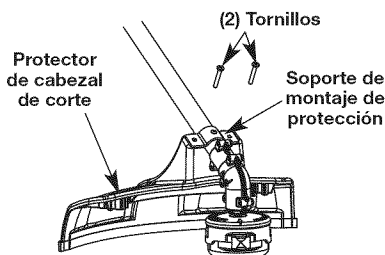

Fig. 1
1. Coloque el protector del cabezal de corte en el soporte de montaje de protección, asegurándose de alinear los orificios en el protector con los del soporte de montaje de protección. (Fig. 1)